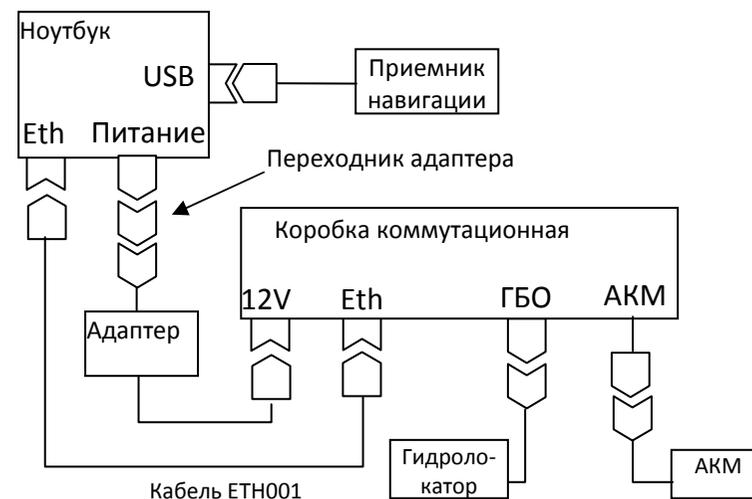

Рисунок 10. Схема подключений
- 7) подключить компоненты в соответствии со схемой подключений (см. Рисунок 10)